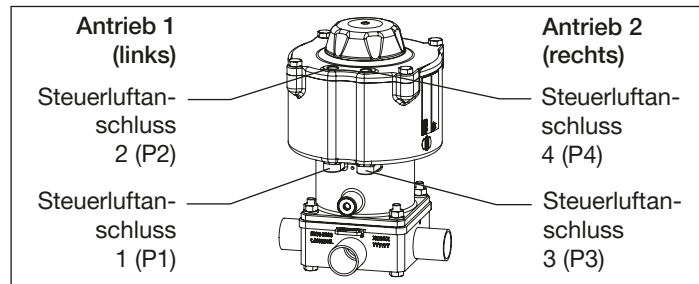

Fig. 19: Pneumatischer Anschluss
3) Antriebszuordnung siehe „Fig. 19“.
4) Antriebszuordnung siehe „Fig. 19“